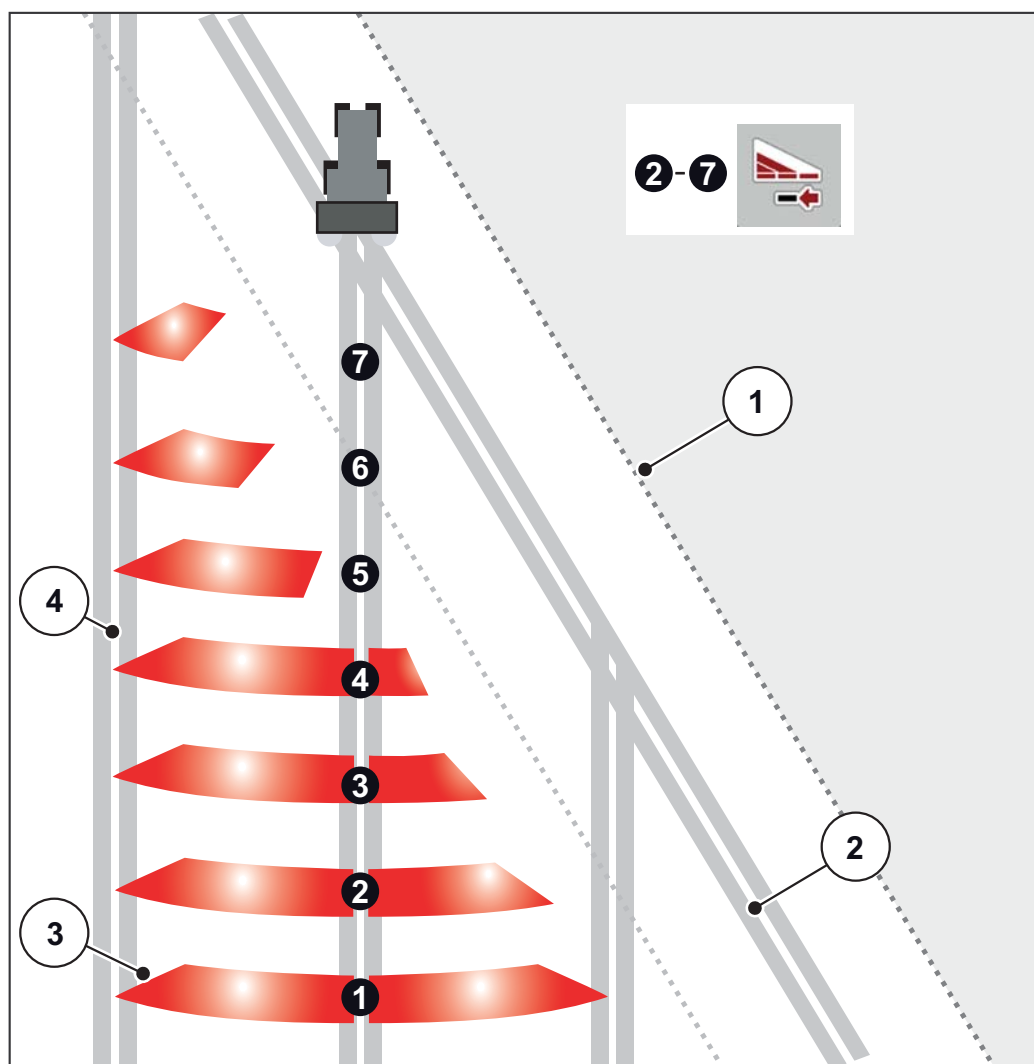

Figure 5.3 : Coupure de tronçons automatique
- **Uniquement AXIS.2** : La coupe de tronçons est possible de l'extérieur vers l'intérieur ou de l'intérieur vers l'extérieur. Vous pouvez réduire jusqu'à 8 tronçons. Voir figure 5.3.